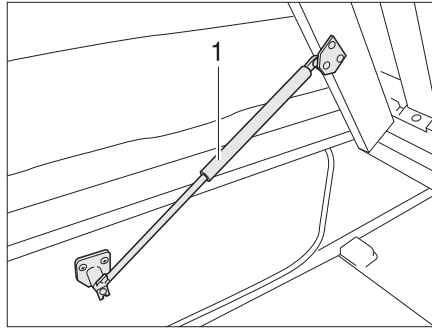

Fig. 127 Lit fixe
- Soulever le sommier à lattes. Les ressorts à pression de gaz (Fig. 127,1) maintiennent le sommier à lattes en position ouverte.